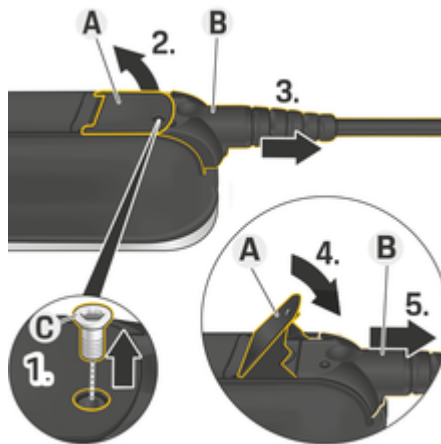

Fig. 103: Extracción del cable
1. Suelte el tornillo **C** (Fig. 103) con la herramienta adecuada.
2. Levante la palanca **A** (Fig. 103).
3. Extraiga el enchufe **B** (Fig. 103) hasta que note la primera resistencia.
4. Cierre la palanca **A** (Fig. 103).
5. Extraiga el enchufe **B** (Fig. 103) completamente.